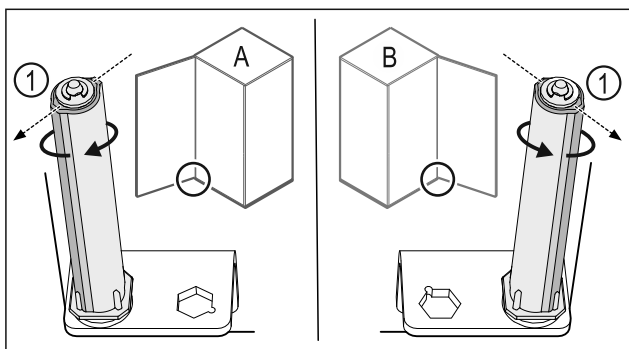

Fig. 35 Отваряне наляво (A) / отваряне надясно (B)
- ▶ Въртете затварящата система срещу съпротивлението, докато ребро на затварящата система Fig. 35 (1) сочи навън.